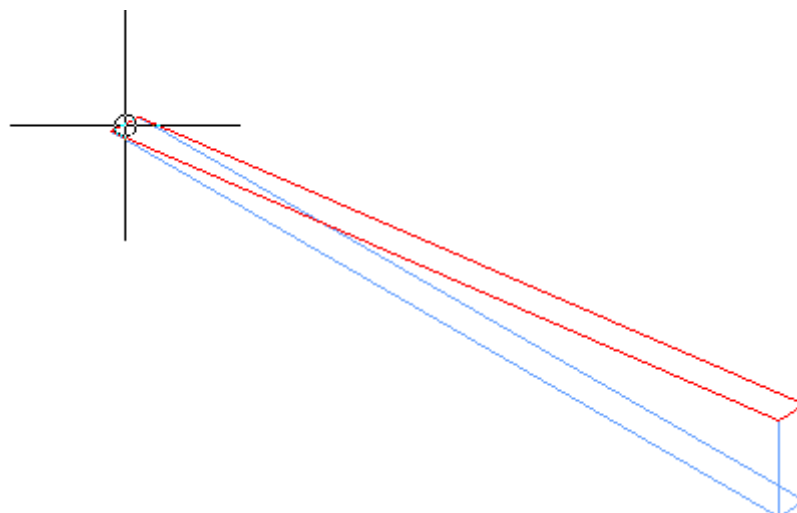

Рисунок 56
- При помощи привязки Ключевая точка привязаться к центру грани, как показано на Рисунок 56. Подтвердить привязку.